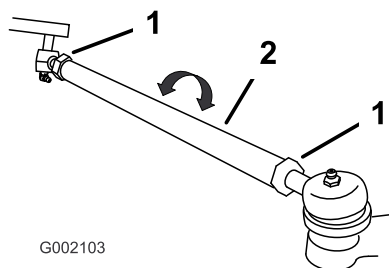

Figura 45
3. Se os resultados da medição não estiverem dentro dos valores estabelecidos (consulte as dimensões e os parâmetros no início deste procedimento), desaperte as porcas em ambas as extremidades das barras (Figura 45).